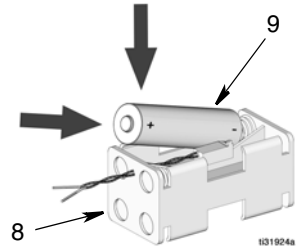

图 10
3. 将四节 AA 电池从电池座 (8) 中全部取出。将电池丢弃到已获批准的电池处置容器中。
4. 在电池座 (8) 中安装四节 AA 碱性电池 (9)，如图 10 所示。确保电池在电池座中平放。